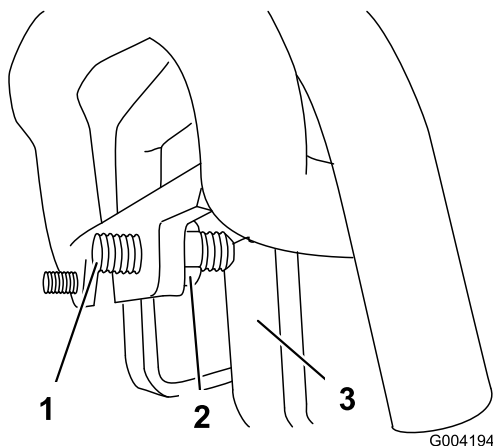

図 58
3. マシンが左にずれていく場合には、走行コントロール前部にある走行固定ねじを固定している右側のジャムナットをゆるめて固定ねじの調整を行う 図 58。
4. マシンが右にずれていく場合には、走行コントロール前部にある走行固定ねじを固定している左側のジャムナットをゆるめて固定ねじの調整を行う 図 58。